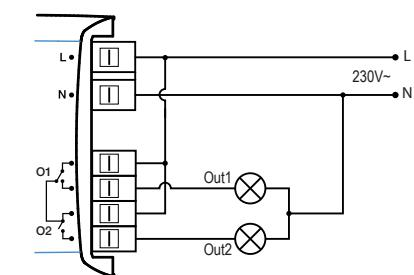

Fig. 4
- Bei Verwendung des Aktors für zwei unterschiedlichen Kanälen (Abbildung 4), immer dieselbe Phase beim Eingang für den Kanal 1 und 2 benutzen, nie unterschiedlichen Phasen anschliessen.
- Fig. 4: Control of 2 independent loads
- When using the actuator as 2 different channels (Fig. 4), always connect the same input Phase to Channel 1 and 2, do not use different phases.
- Fig. 4: Control de dos cargas independientes